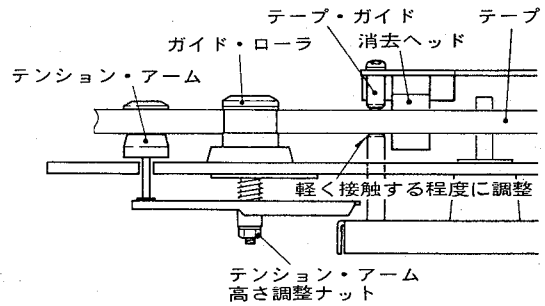

図16 テンション・アーム高さ調整
- 消去ヘッド外側のテープ・ガイドの下側にテープがカールしない程度に軽く接触するようテンション・アームの高さを調整する。(図16)